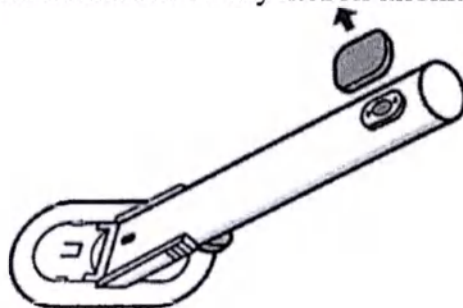

Рисунок 4. Снятие защитного колпачка.
8. Снимите защитный колпачок со спусковой кнопки (рисунок 4).